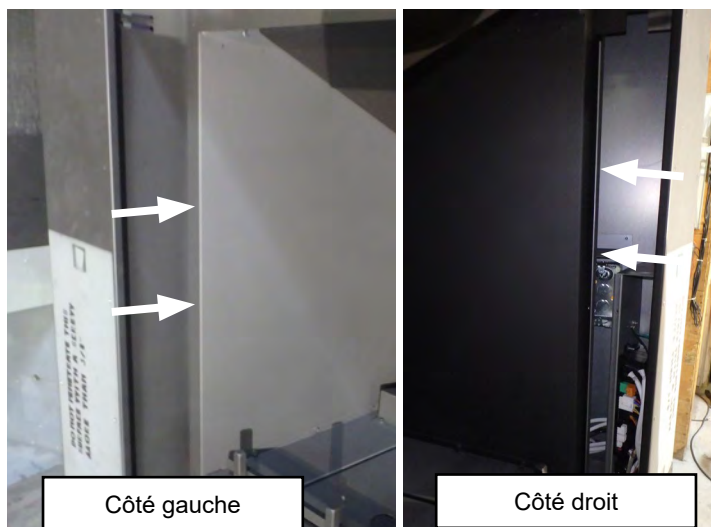

Figure 6.5.01:
2. Faites glisser la porte d'accès vers l'arrière comme illustré à la **Figure 6.5.01**.